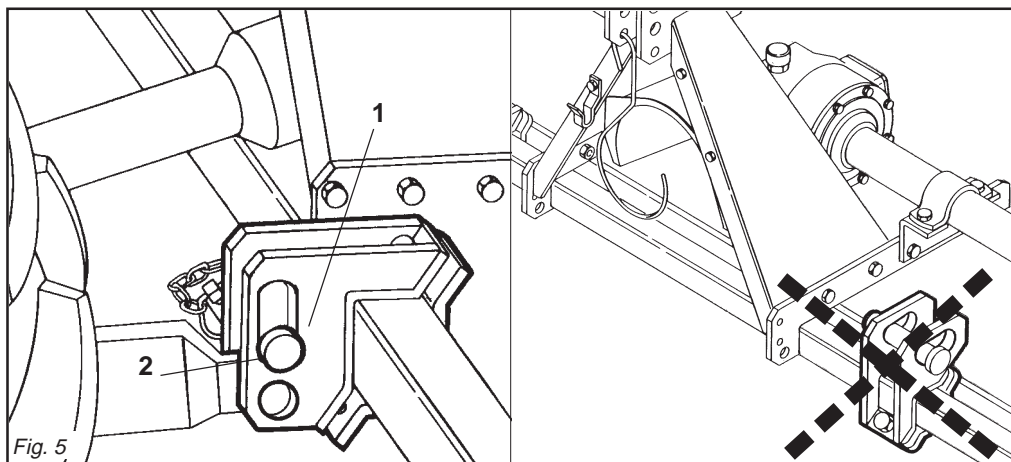

Fig. 5
In base alle dimensioni specifiche di questi 2 tipi di attacchi dei trattori è necessario determinare la posizione più favorevole della zappatrice spostando opportunamente sul tubo quadro le piastre (1 Fig. 5) e inserendo i perni (2 Fig. 5) nei fori corrispondenti al giusto diametro delle parallele del trattore.
Le piastre (1 Fig. 5) vanno montate sempre e solo come mostrato in Fig. 5
Depending on the precise dimensions of these two types of hitches, find the best position for the cultivator by moving the plates (1 Fig. 5) along the square tubular and inserting the pin (2 Fig. 5) in the holes corresponding to the correct diameter for the tractor's parallel arms.
The plates (1 fig. 5) must always and only be mounted as shown in Fig. 5
Aufgrund der spezifischen Abmessungen dieser beiden Schlepperanschlüsse kann man die günstigste Position der Hackfräse festlegen, indem man die Platten (1 Abb. 5) auf dem Vierkantrohr verschiebt und die Bolzen (2 Abb. 5) in die entsprechenden Bohrungen mit dem richtigen Durchmesser auf dem Schleppergestänge einsteckt.
Die Platten (1 Abb. 5) dürfen nur und ausschließlich so montiert werden, wie
En fonction des dimensions spécifiques de ces deux types d'attelages des tracteurs il faut déterminer la position la plus favorable de la houe en déplaçant, sur le tube carré, les plaques (1 Fig. 5) et introduire les axes (2 Fig. 5) dans les trous correspondant au bon diamètre des parallèles du tracteur.
Les plaques (1 Fig.5) doivent obligatoirement être montées comme illustré dans la Fig. 5 en utilisant les
En relación a las dimensiones específicas de estos dos tipos de enganche de los tractores hace falta determinar la posición más favorable de la binadora desplazando oportunamente en el tubo cuadrado las placas (1 Fig.5) e introduciendo los pernos (2 Fig.5) en los orificios correspondientes al correcto diámetro de las paralelas del tractor.
Las placas (1 Fig.5) deben ser montadas siempre y solamente según
- 1 - Accostare le parallele del sollevatore ponendole all'interno delle piastre (1 Fig. 5), inserire il perno (2 Fig. 5) nel foro predisposto e bloccare con le copiglie a scatto.
- 1 - Near the lift bars, setting them in the most suitable plates (1 Fig. 5). Insert the pin (2 Fig. 5) into the relative hole and lock in place with the snap-in split pins.
es in Abb. 5 gezeigt ist, nämlich mit den Bohrungen, die vor dem Vierkantröhr angeordnet sind. Der Hersteller haftet nicht für die Beschädigung der Hackfräse oder des Schleppers infolge der Nichtbeachtung dieser Angabe.
- 1 - Die Lenker des Krafthebers annähern und in die am besten geeigneten Platten schieben (1 Abb. 5). Den Bolzen (2 Abb. 5) in das Loch stecken und mit dem einrastenden Splint blockieren.
- 1 - Approchez les barres du relevage en les plaçant à l'intérieur des plaques les plus appropriées (1 Fig. 5), introduisez l'axe (2 Fig. 5) dans le trou correspondant et bloquez par les goupilles à encastrement.
lo indicado en la Fig. 5 con los orificios posicionados delante del tubo cuadrado. La firma constructora no es responsable de rupturas en la binadora o en el tractor originadas por falta de respeto de esta indicación.
- 1 - Acercar las barras del elevador poniéndolas dentro de las placas más indicadas (1 Fig. 5), introducir el perno (2 Fig. 5) en el orificio y bloquear con los pasadores de resorte.